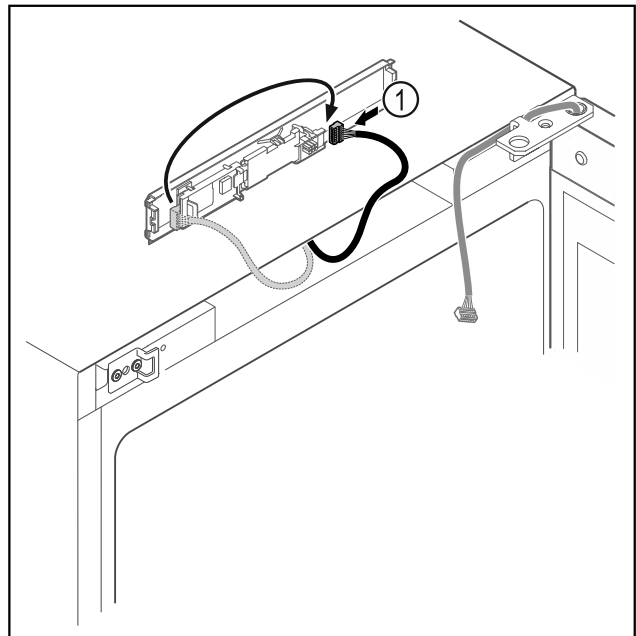

Fig. 9
- Ponovno spojite utikač Fig. 9 (1) na tiskanu pločicu.